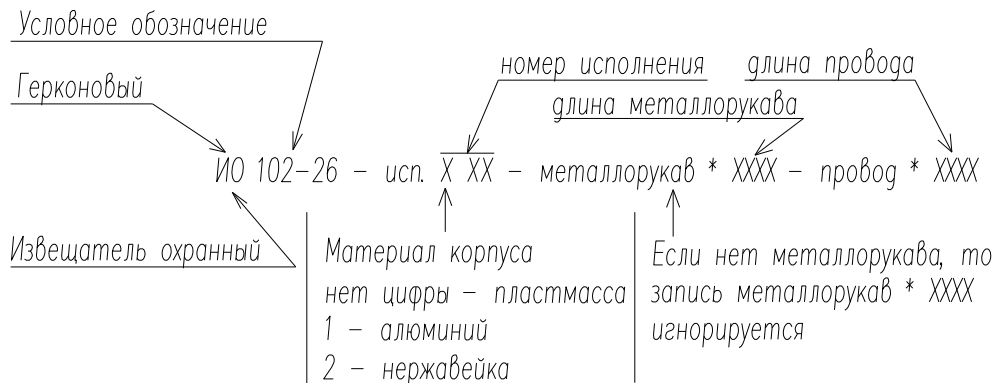

Рис.1
1.4. Информация для заказа, заказ производится согласно рис.1: